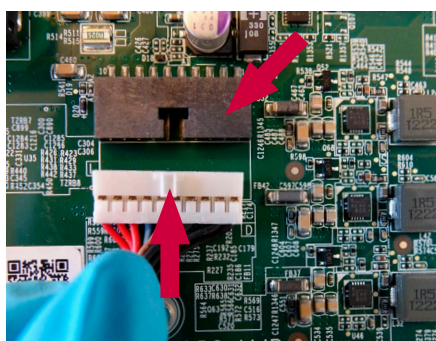

Rysunek 31 Montaż nowej osłony USB
- b) Włożyć nową osłonę USB od zewnętrznej strony obudowy. Delikatnie wepchnąć elastyczne złącze na miejsce za pomocą płaskiego śrubokręta, uważając, aby nie uszkodzić gumy (rysunek 31)